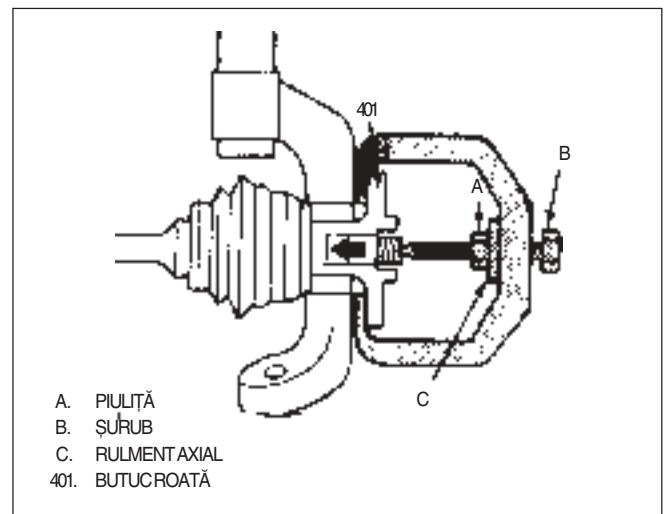

Fig. 6 Arborele de transmisie din butucul roții
- 2) Arborele de transmisie în rulmentul din butuc cu pivotul (fig. 6).